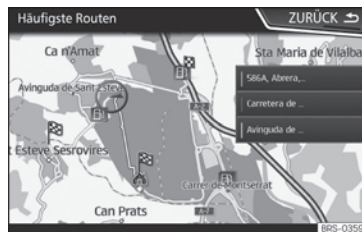

Abb. 186 Vorausschauende Navigation
- Auf dem Hauptbildschirm des Navigationsmenüs im Pop-up-Fenster die Taste **HÄUFIGSTE ROUTEN** antippen. Zur Anzeige der häufig gefahrenen Routen die Taste **In Karte anzeigen** antippen » Abb. 186.